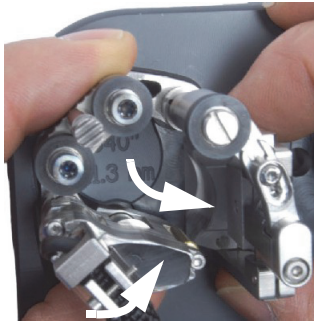

Рис. 2-18 Установка хвоста в положение для труб малого диаметра
- c) Разверните держатель наружу так, чтобы преобразователь и призма переместились обратно в сквозное отверстие (см. Рис. 2-18 на стр. 46).
- e) Максимально поверните хвост внутрь, так чтобы хвостовое колесо находилось как можно ближе к центру шаблона (см. Рис. 2-18 на стр. 46).